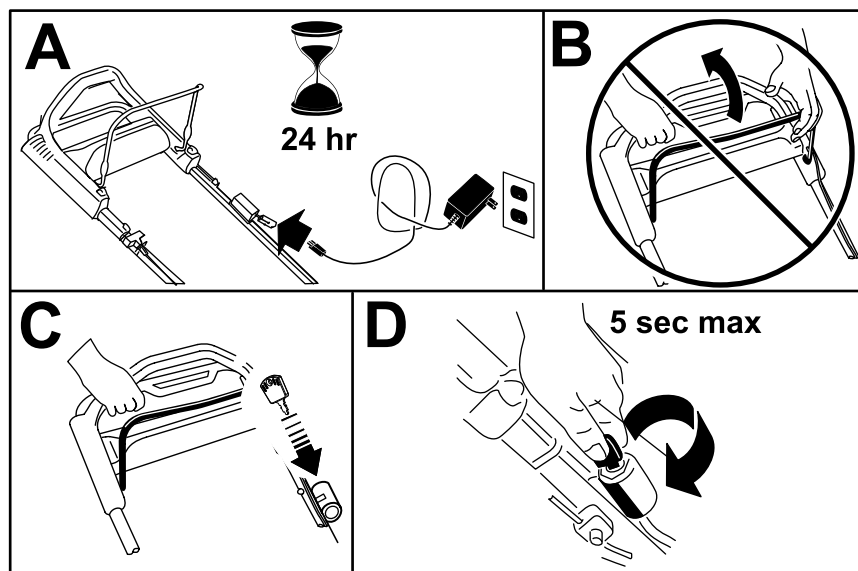

Figura 15
1. Cargue la batería durante 24 horas antes de usar la máquina por primera vez (Figura 15, A).
**Importante:** No intente arrancar el motor con la barra de control de las cuchillas engranada; de lo contrario, puede fundir el fusible (Figura 15, B).
2. Introduzca la llave de contacto en el interruptor de encendido (Figura 15, C).
3. Gire la llave de contacto a la posición de Arranque y manténgala en esa posición; cuando el motor arranque, suelte la llave (Figura 15, D).